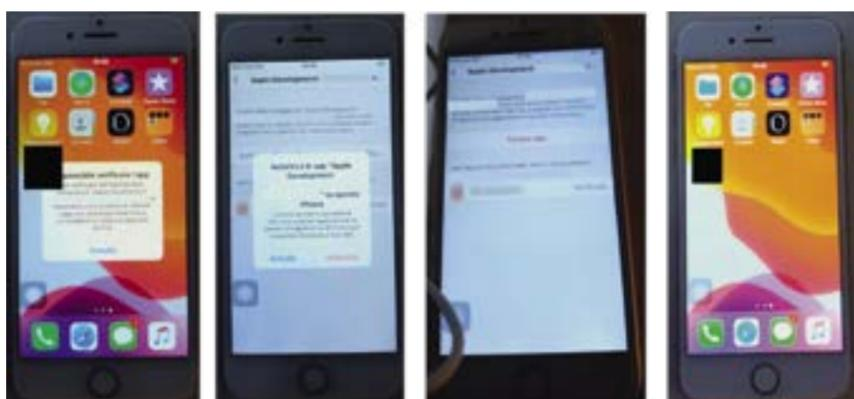

Figura 1. Dettaglio installazione del trojan su smartphone "Muletto"
4) Per poter arrivare oltre è stato quindi scelto di adottare uno *smartphone* "muletto" sul quale installare *ex novo* l'app captatore, in modo da poter effettuare un'attività di analisi di tipo *stack-trace* (**Figura 1**). Una volta installato, si provveduto a eseguirlo in modalità *debugging* impostando un *breakpoint* sul metodo **initWithURL** citato. Così facendo è stato possibile recuperare nei registri del processore, dopo le opportune decodifiche, un file in formato *plist* contenente una serie di coppie di chiavi e valori. L'analisi di questo file non solo ha permesso l'individuazione dell'IP e la porta del server con il quale il captatore scambiava dati, ma anche l'individuazione dei percorsi dove il *trojan* leggeva il file di configurazione contenente la schedulazione di quando il microfono dello *smartphone* doveva essere attivato e disattivato e il percorso dove caricava i file audio registrati.